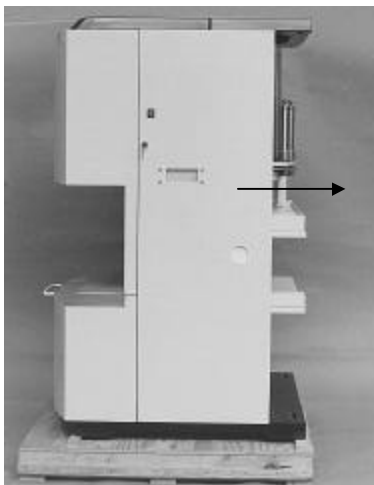

figura 2
- Mueva la máquina hacia atrás con cuidado: dos personas se colocarán por detrás y otra persona por delante (consulte figura 2), y apóyela despacio sobre sus ruedas traseras, de modo que se consiga la situación de la figura 3. Con la misma distribución de personas, ladée la máquina hacia atrás hasta que la paleta quede suelta y se pueda correr hacia afuera. Después, apoye la máquina despacio sobre sus ruedas (consulte: figura 4).